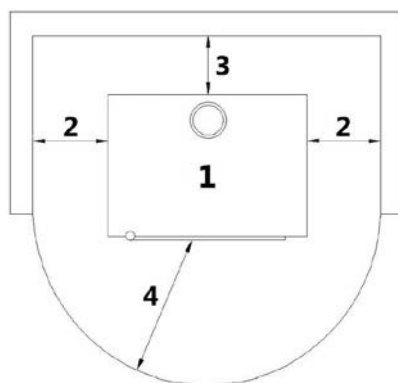

Fig. 30 - Allgemeine Installation
LEGENDE	Fig. 30
- Der Ofen darf nicht nahe an Wänden und / oder Möbeln installiert werden, auf jeder Seite und auf der Rückseite muss mindestens eine Luftzirkulation von 300 mm gegeben sein, um eine effiziente Kühlung und eine gute Wärmeverteilung in der Umgebung zu ermöglichen (siehe **Fig. 30**).
- Wenn die Wände aus entflammablem Material sind, müssen die Sicherheitsabstände überprüft werden (siehe **Fig. 30**).